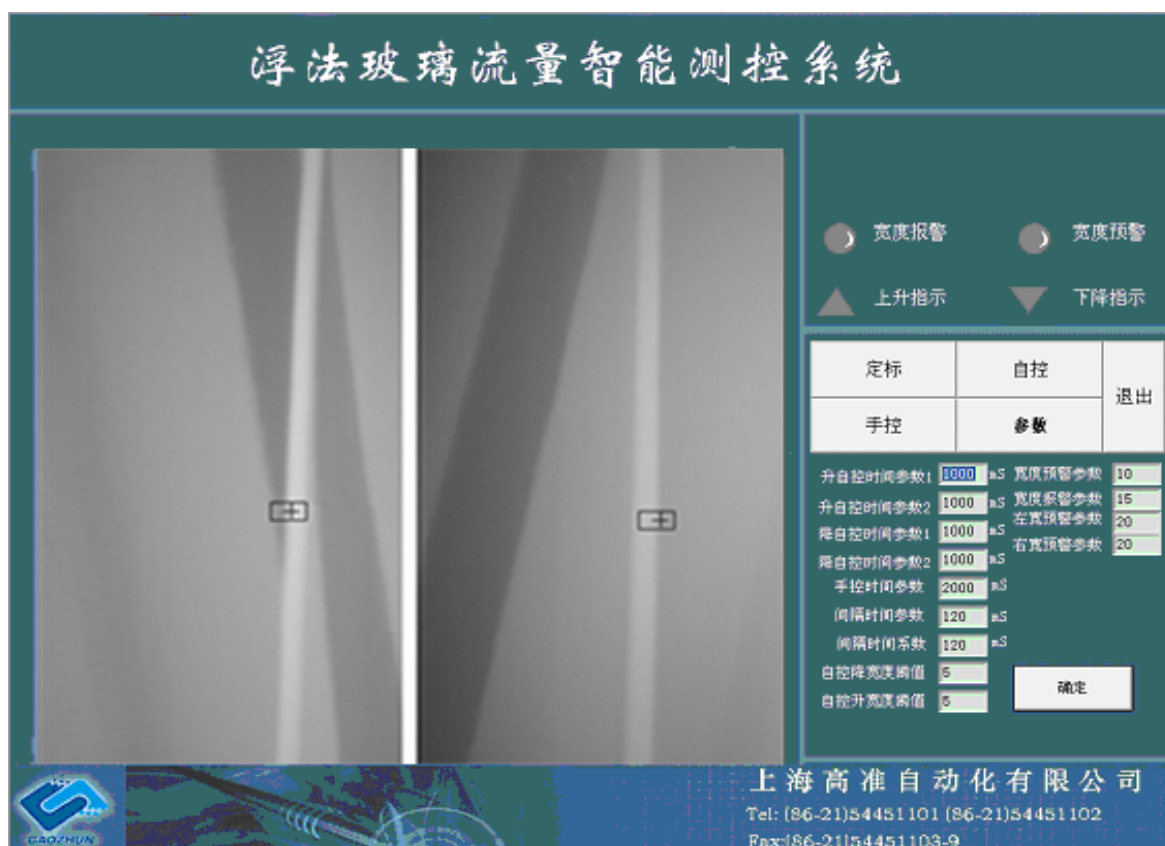

图 6
3. 当用鼠标左键单击“参数”按钮以后，进入参数设置界面，如图 6 所示：